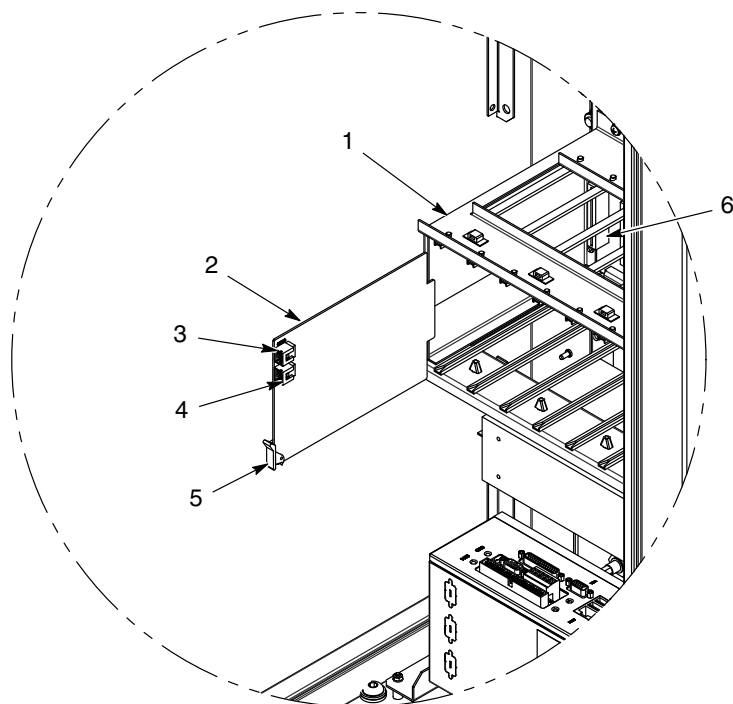

Рис. 6-9 Замена платы управления распылителями
См. рис. 6-9. Платы управления распылителями (2) установлены в стойке плат слева направо. Каждая плата управляет двумя распылителями: нижний разъем предназначен для распылителя с нечетным номером, а верхний для распылителя с четным номером.